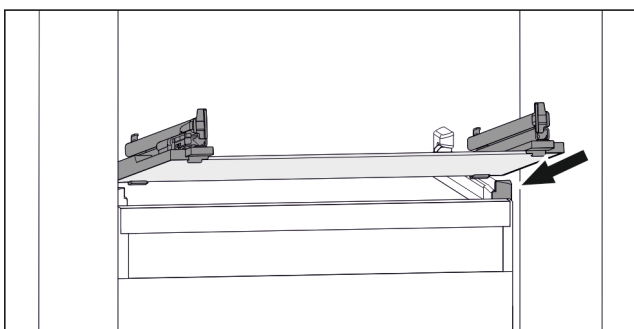

Fig. 54 Simbolična slika steklene plošče
- Stekleno ploščo postavite v poševnem položaju za zaustavljalniki. (glejte Fig. 54)